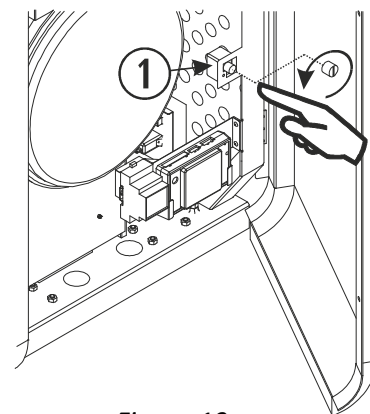

Figura 19
- 6.11. *Con la caldaia scollegata*, controllare il termostato di sicurezza che si trova all'interno della caldaia, si accede aprendo la porta laterale destra. Per attivarlo si deve spingere il bottone, se il termostato si trova attivato si sentirà un "clic". Nella *figura 19*, è illustrata la posizione del termostato nella Cantina Nova. La Aveiro, possiede il suo termostato di sicurezza nella stessa posizione.
①	Termostato di sicurezza e riarmo.